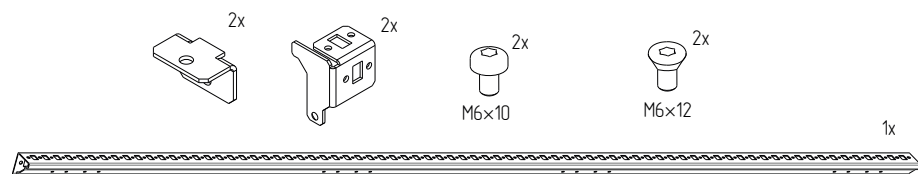

Рисунок 95
4.33.2 Проверить комплектность (рисунок 95).